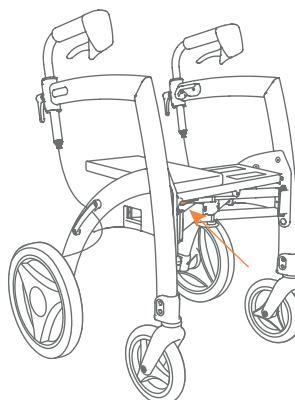
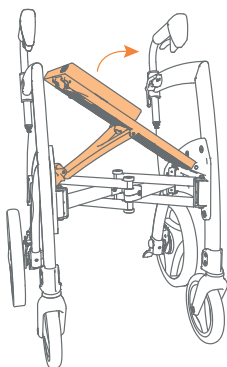

Figure 11A: Maintenir le bouton rouge enfoncé.
Figure 11B: Soulever partiellement le siège.
- d. Appuyez sur le bouton rouge de déverrouillage situé en-dessous du siège (**Figure 11A**) et soulevez partiellement le siège (**Figure 11B**).